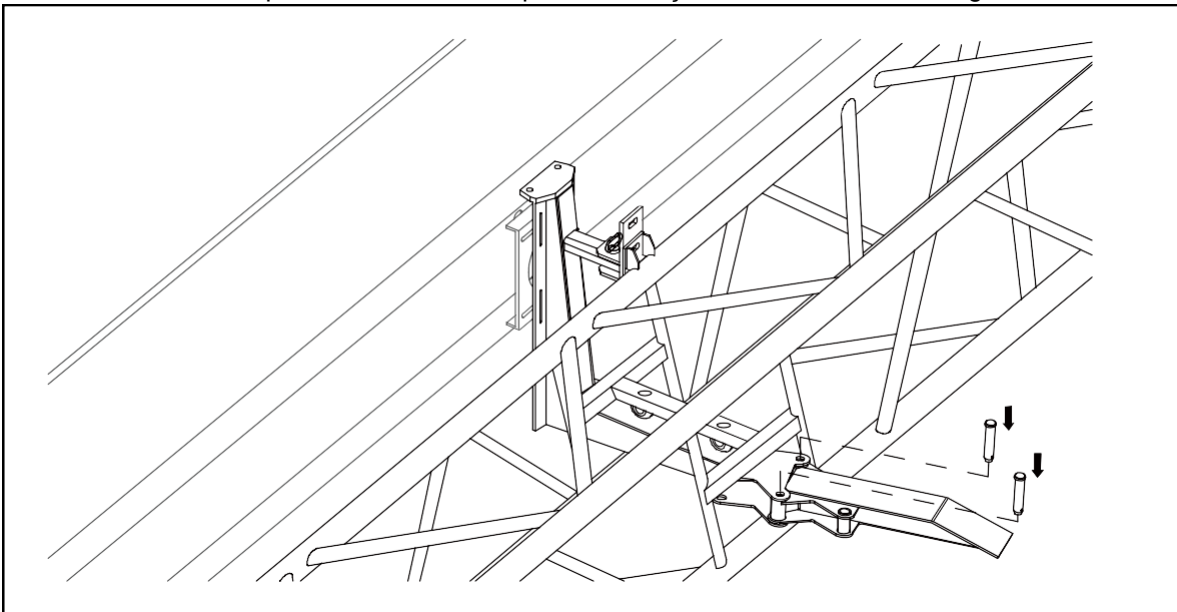

Figura 5-28 Instalação do suporte removível
b) Instale o suporte removível no suporte de fixação, como mostrado na figura 5-28.